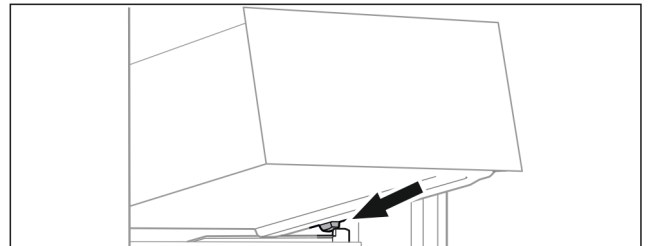

Fig. 55
- ▶ Поставете чекмеджето под ъгъл зад ограничителите върху реброто на съда. (виж Fig. 55)